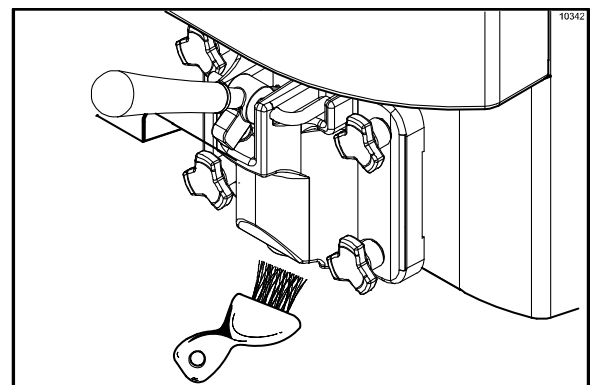

Figura 50
**Nota:** Para asegurar que se mantengan condiciones sanitarias, cepille cada artículo durante 60 segundos, mojando repetidamente el cepillo con solución limpiadora. (Vea la figura 50.)